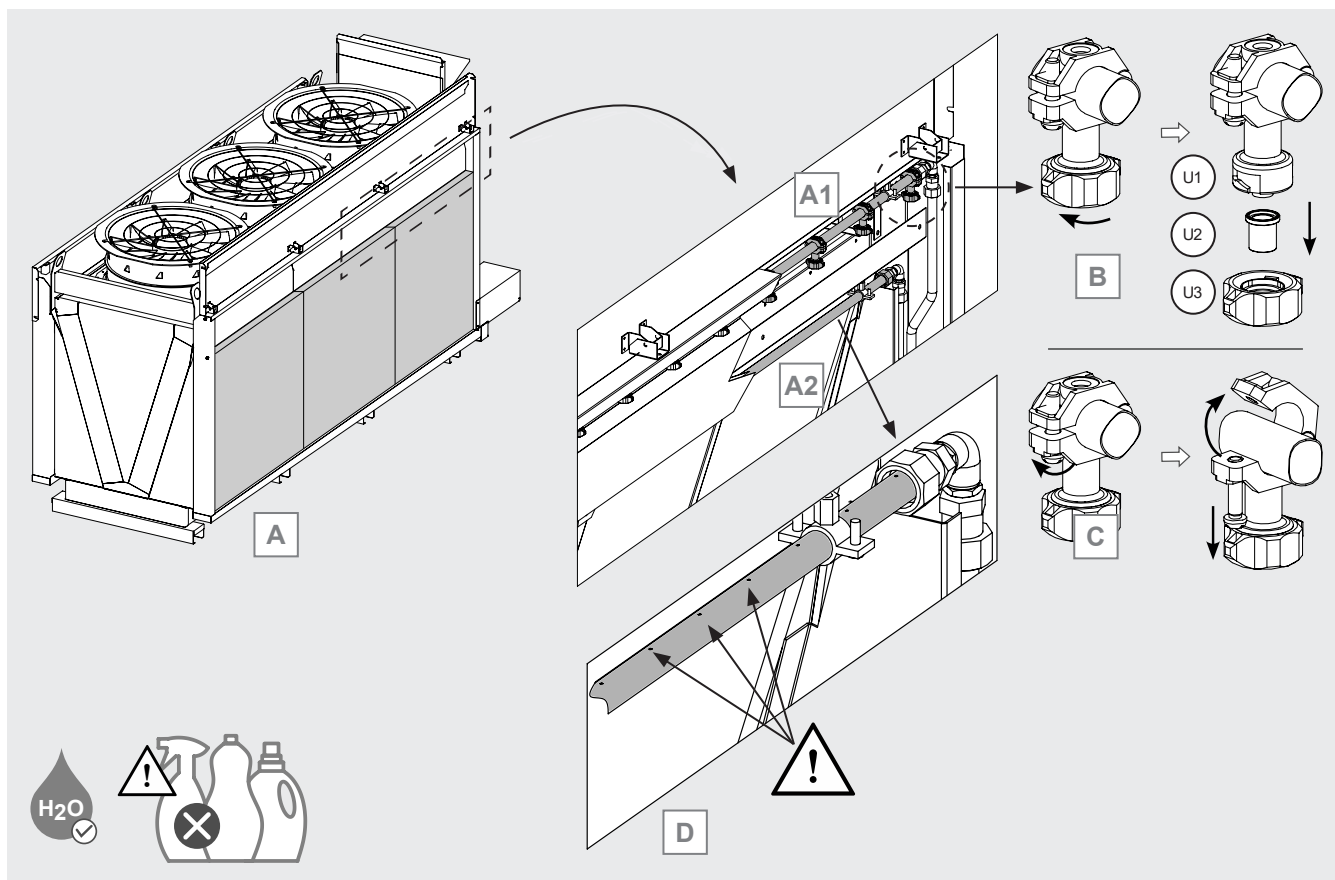

Figure 24
- 12.12.5 Localisez les conduites de distribution d'eau du système adiabatique. Observer la Figure 24 A : la ligne (A1), au moyen d'une rangée de buses, distribue l'eau au panneau extérieur. La ligne (A2), au moyen d'un tuyau perforé, distribue l'eau sur le panneau intérieur.
- 12.12.6 Observer la Figure 24 B. Chaque buse de la ligne (A1) est composée de 3 parties : 1 corps de buse (U1), 1 buse (U2) qui détermine le type de jet et le débit d'eau, 1 écrou (U3) qui maintient la buse en place.
- 12.12.7 Voir Figure 24 B. En cas d'encrassement des buses, il est possible de remplacer la buse sans changer l'ensemble de la buse: dévisser l'écrou et retirer la buse. Il existe 3 types de buses correspondant à 3 performances différentes : chacune est marquée par une couleur, violet (lilac), noir (black) et orange (orange). Remplacez les buses par des buses neuves de la même marque et de la même couleur. En cas de doute, contactez Modine.
- 12.12.8 Observer la Figure 24 C. Dans le cas de buses endommagées, dévissez la vis et ouvrez le raccord rapide. Retirez la buse. Si la buse est endommagée, remplacez-la complètement, y compris la buse.
12.12.10 Observer la Figure 24 D. Vérifier que tous les trous du tuyau de distribution (A2) sont parfaitement dégagés. Éliminez les éventuels résidus de calcaire à l'aide d'un chiffon humide. Ne pas utiliser de détergents ou de substances agressives.